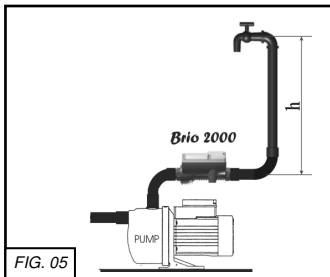

FIG. 05
Installare l'apparecchio, in posizione verticale od orizzontale, in un qualsiasi punto posto tra la mandata della pompa ed il primo utilizzo in modo che la direzione della freccia posta sul coperchio corrisponda alla direzione del fluido nella tubazione (Fig. 05) . Assicurarsi della perfetta tenuta stagna delle connessioni idrauliche. Nel caso si utilizzi una pompa con pressione massima superiore a 10 bar è necessario installare un riduttore di pressione in ingresso all'apparecchio o un dispositivo meccanico di limitazione della pressione tarato a 10 bar.
1) Se il rubinetto d'utilizzo più elevato è situato a più di 15 metri al di sopra del Brio 2000 (Fig. 05 – Hmax: 30 mt)